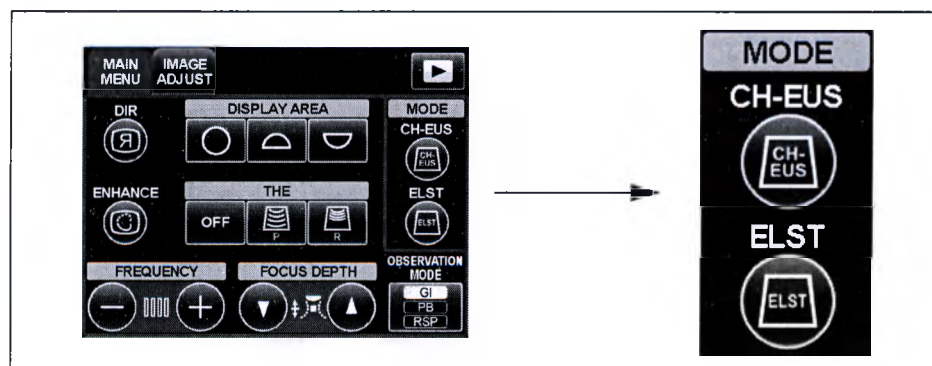

Рисунок 7.47
- На рис. 7.47 показано меню MAIN MENU режима электронного сканирования B.